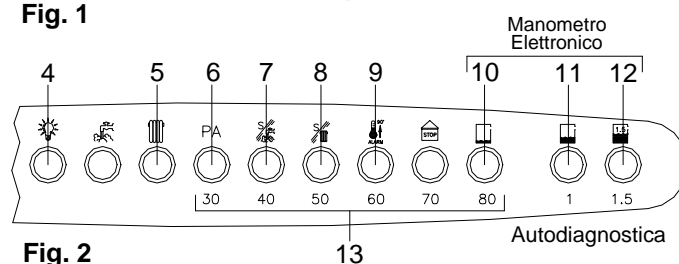
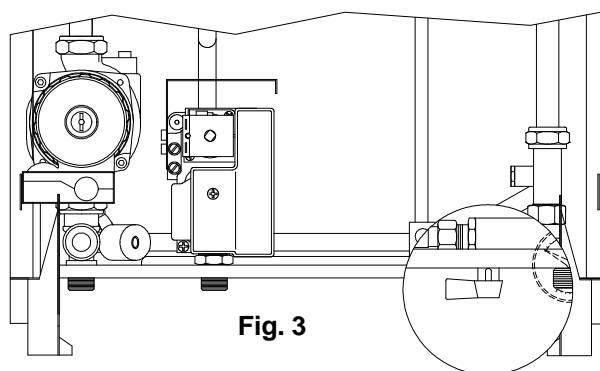

Fig. 2
Fig. 3
### LEGENDA AUTODIAGNOSTICA (fig. 2)
- verificare l'accensione della spia di funzionamento 4 (fig. 2);
- la sola accensione intermittente della spia 10 indica mancanza di acqua: **aprire il rubinetto di carico, fig. 3; all'accensione della spia 12 (fig. 2) chiudere subito il rubinetto;**